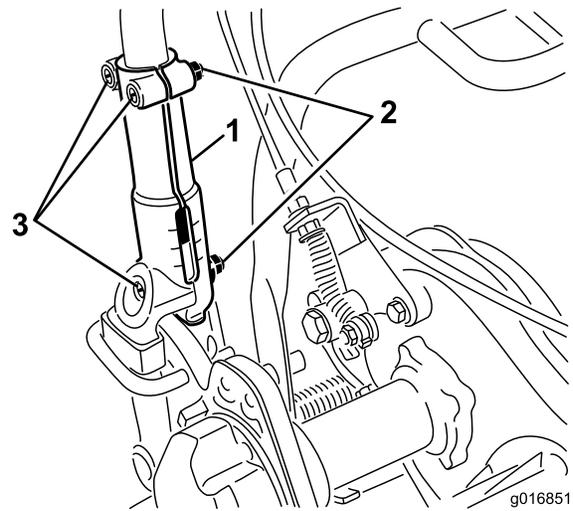

图26
1. 拧松将手柄的每一侧固定到手柄夹上的 3 颗车身螺栓和螺母 (图26)。